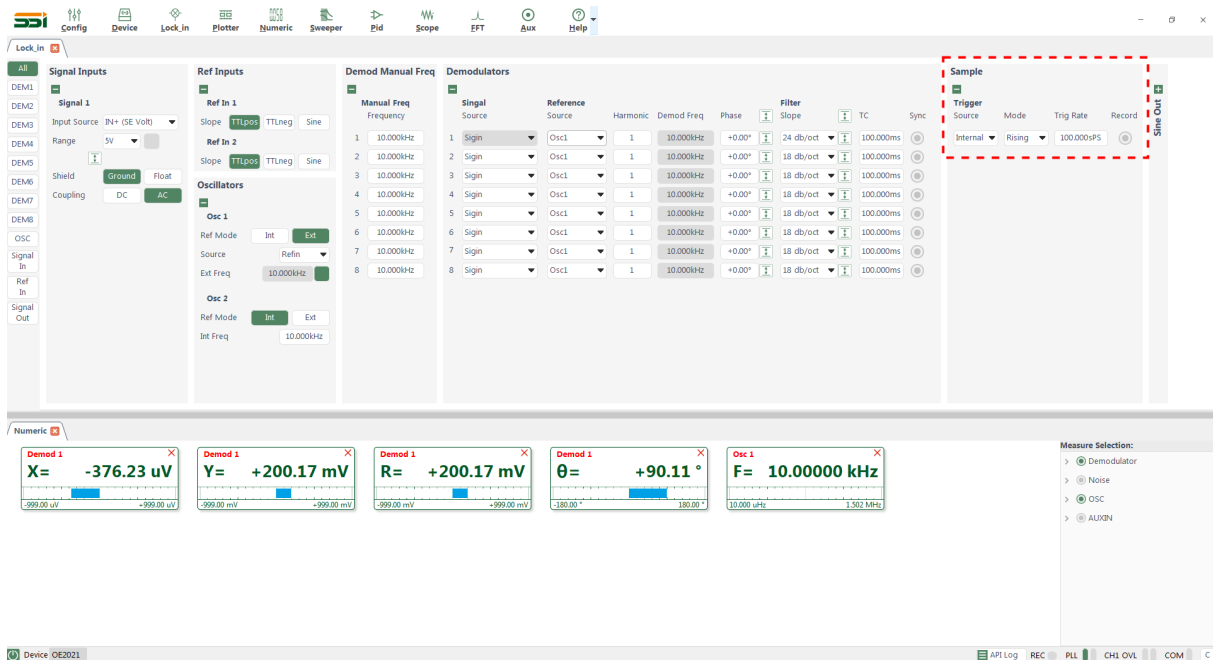

图 84. 数据保存配置区域图
1、当软件运行时，点击图84中红框内“Record”按钮，当按钮呈现选中状态时，表示系统已开始记录当前采集的数据。